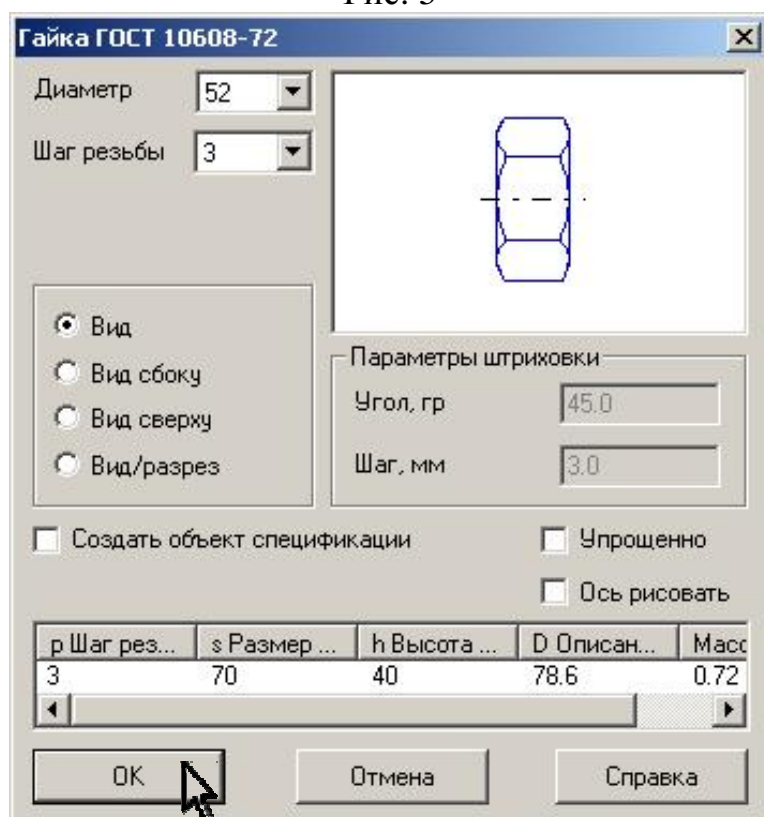
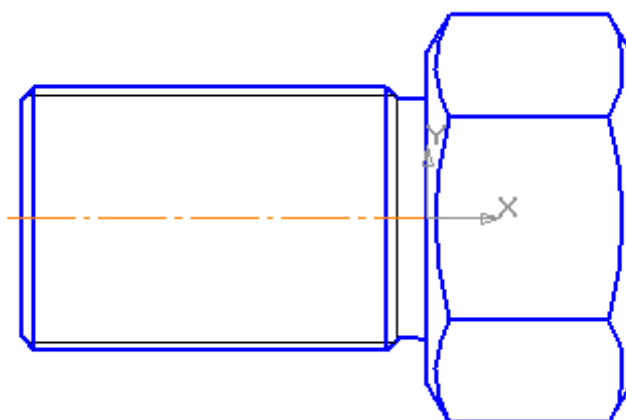
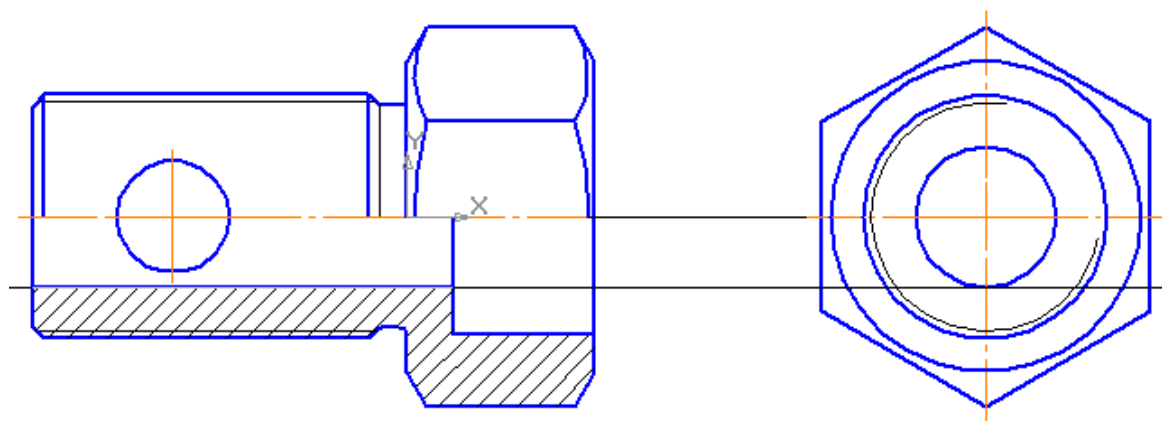
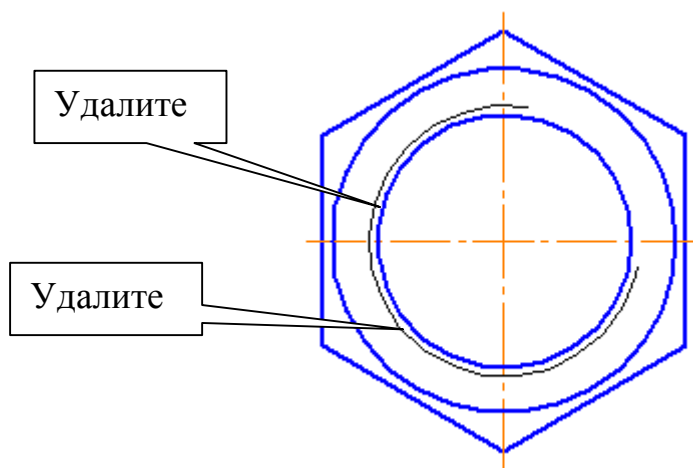

Рис. 6
Рис. 7
Рис. 11
Рис. 12
4. В *Конструкторской библиотеке* в разделе *Гайки* – *Гайки шестигранные* – *Гайки уменьшенные* укажите гайку ГОСТ 10608-72, установите параметры: диаметр «52», мелкий шаг «3», вид, рис. 6. Вставьте изображение гайки в чертеж, рис. 7.
7. Выполните в проекционной связи вид слева, рис. 11. Для построения шестиугольника и окружности в **Конструкторской библиотеке** снова в разделе **Гайки – Гайки шестигранные – Гайки уменьшенные** укажите гайку ГОСТ 10608-72, установите диаметр «52» и мелкий шаг «3», вид сверху, с осями, рис. 6. Выделите построенный макроэлемент и из контекстного меню выберите команду **Разрушить. Удалите изображение резьбы в отверстии**, рис. 12. Для изображения резьбы на стержне воспользуйтесь **Прикладной библиотекой КОМПАС**. В разделе **Резьбовые отверстия** выберите **Наружную резьбу** и проставьте необходимые параметры резьбы (М52, шаг «3»). Изобразите окружность Ø30.